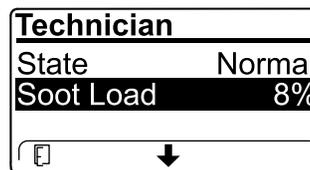

Figura 39
- Veja a carga de fuligem que é medida como percentagem de fuligem no filtro de partículas de gasóleo (Figura 39); consulte a tabela de carga de fuligem.